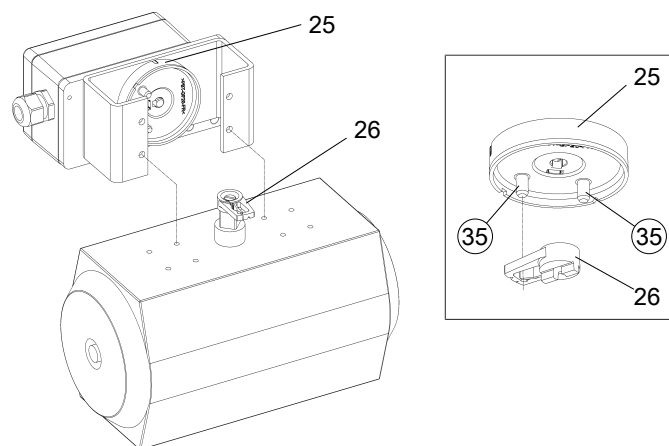

Abb. 15: Ausrichtung Anbaukonsole
4. Abb. 15: Mitnehmer (26) auf Wellenstummel des Antriebes aufsetzen und mit Zylinderschraube (30) und Scheibe (3) festschrauben.